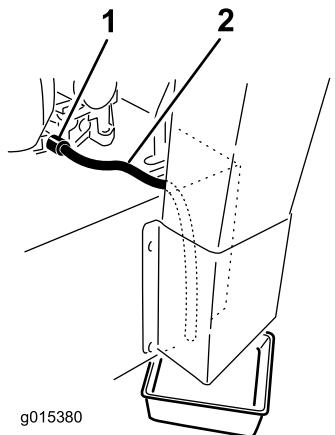

Figure 36
**Remarque:** Tournez le robinet de vidange pour permettre à l'huile de s'écouler (Figure 36).